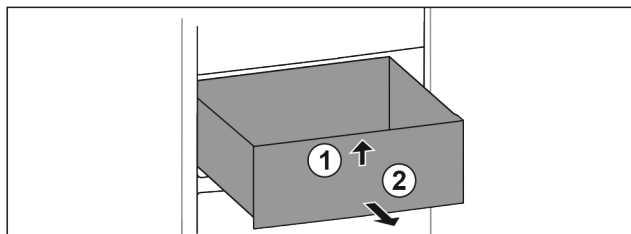

Fig. 28
- ▶ Soulever la partie avant du tiroir. *Fig. 28 (1)*.
- ▶ Retirer le tiroir par l'avant. *Fig. 28 (2)*